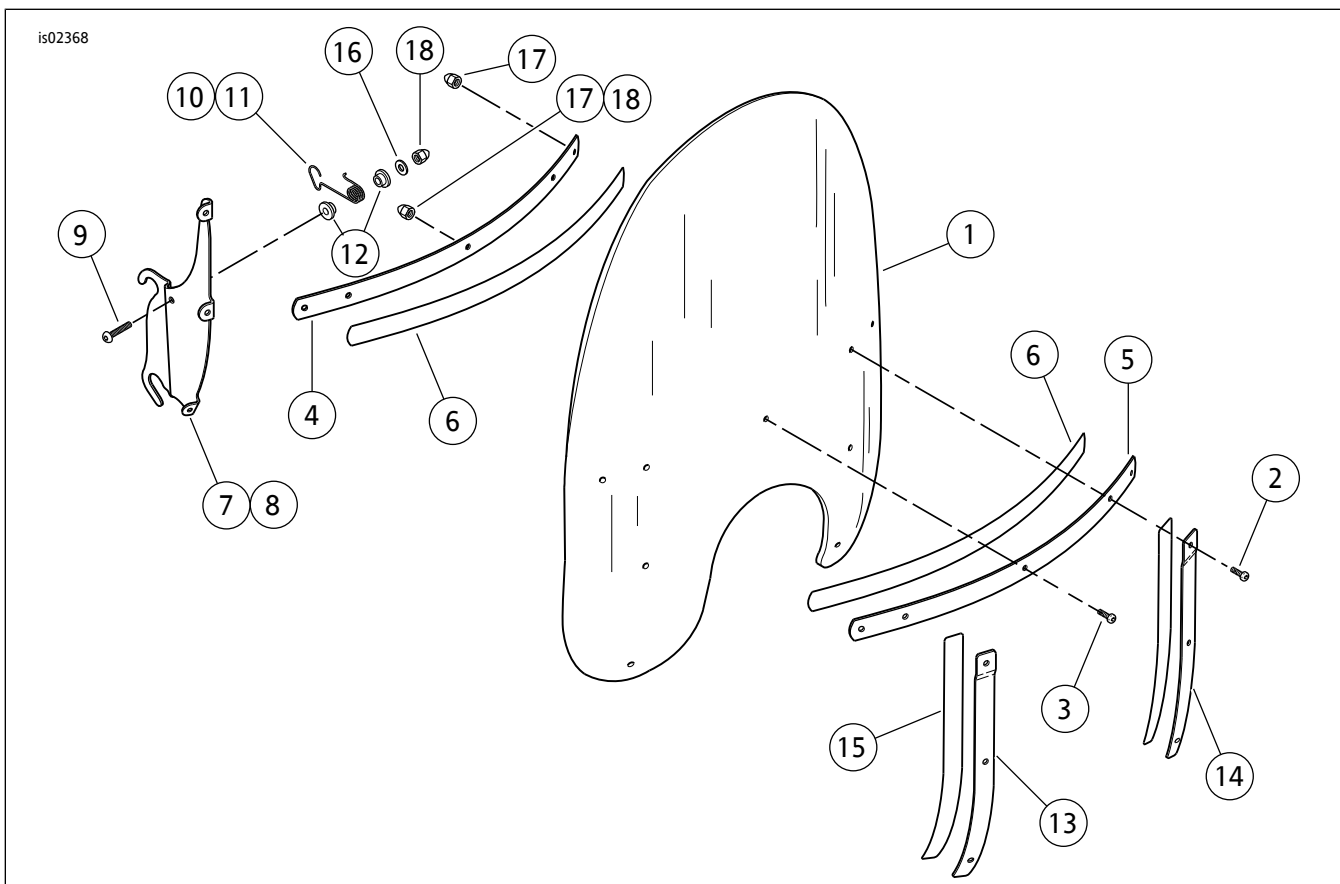
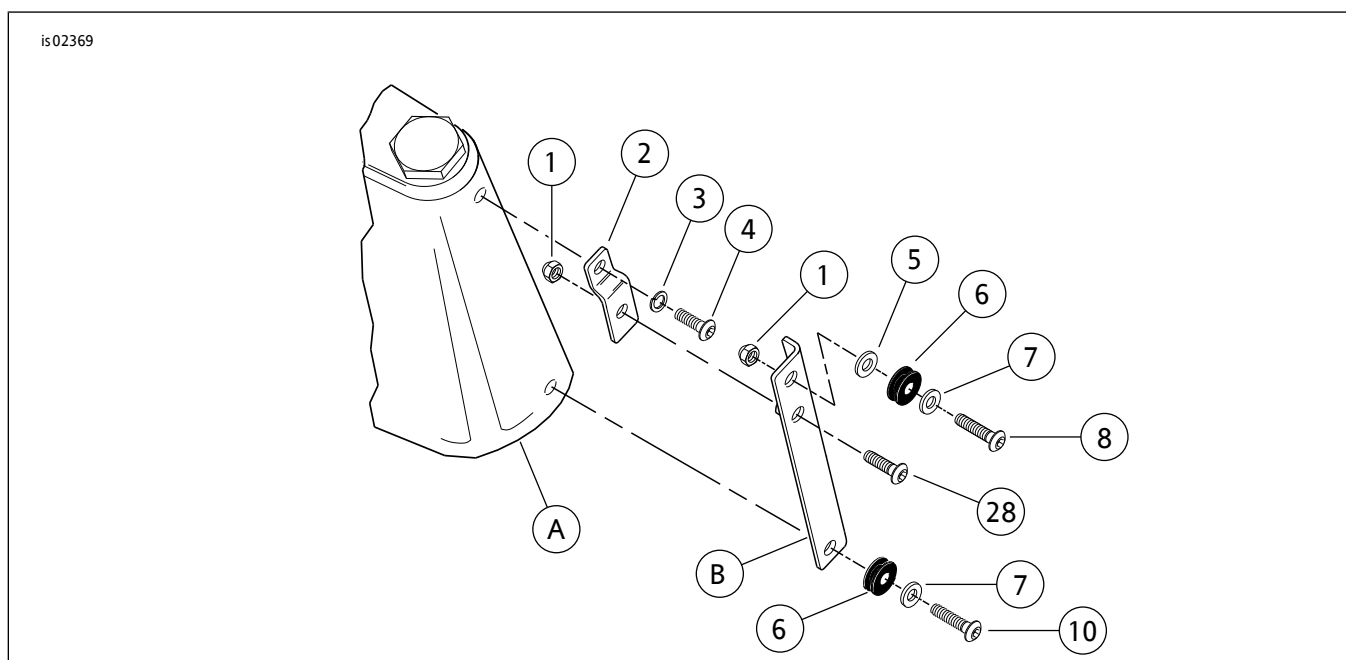

图1。维修零件：挡风玻璃套件
图2。维修零件：挡风玻璃五金套件
参见图1与表2、图2与表3。
2. 参见图2。保持底部雾灯/会车灯支架螺丝(10)在原位。朝向摩托车后部转动左右侧支架顶部。